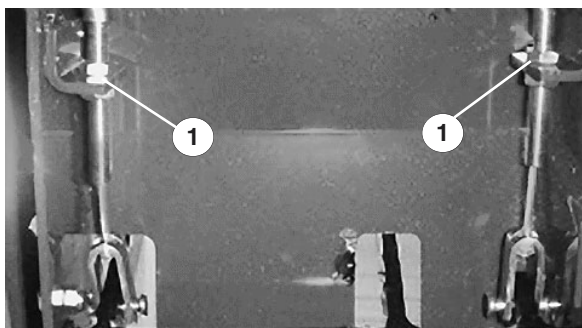

Bild 37
2. Lockern Sie zum Reduzieren des Spiels der Bremspedale die vordere Mutter am Gewindeende des Bremszugs (Bild 37). Ziehen Sie dann die hintere Mutter fest, um den Zug nach hinten zu bewegen, bis die Bremspedale ein Spiel zwischen 13 und 25 mm aufweisen. Ziehen Sie die vordere Mutter fest, wenn die Bremsen einwandfrei eingestellt sind.